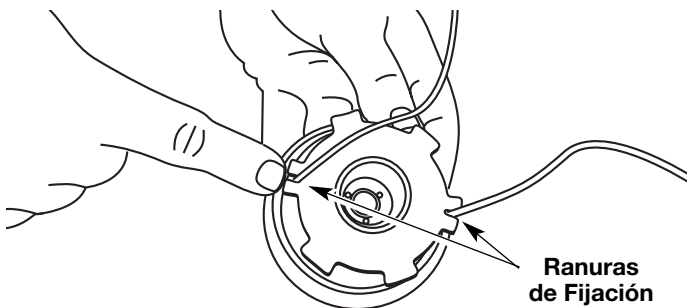

Fig. 17
10. Inserte los extremos de la línea en las dos ranuras de fijación (Fig. 17).